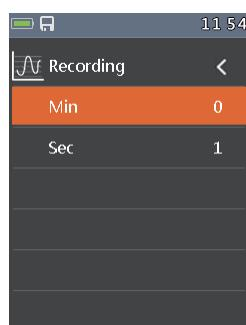

Fig133
- Presione el botón ► Ingresar configuración de grabación. Luego presione la tecla ▲ o ▼ para ajustar el tiempo (Fig133) Ajuste del intervalo de muestreo de 1s a 59 min: 59s.